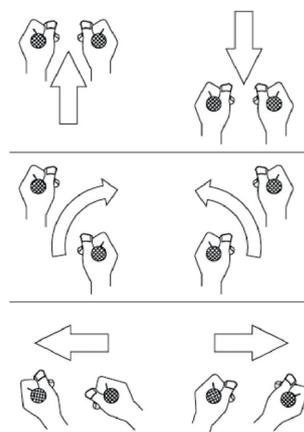

Рис. 5
**Перемещение в пространстве:** (Рис.5)